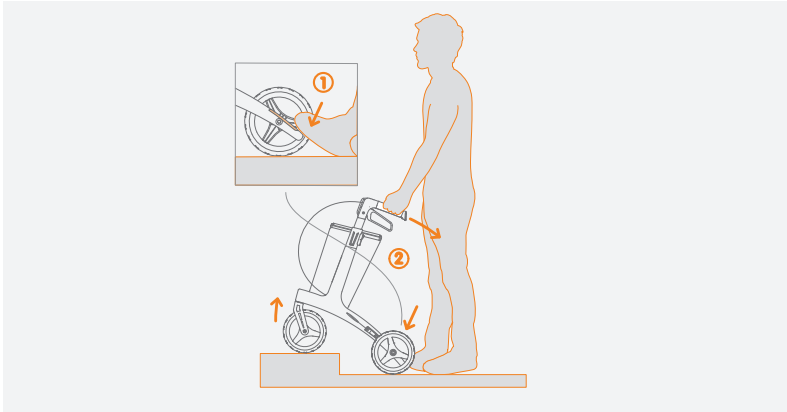

Figura 7: Subir bordillos/aceras utilizando el asistente de bordillos.
1. Acérquese lo más posible al bordillo (**Figura 7**).
2. Coloque un pie sobre el asistente del bordillo (1).
3. Inclíne el Rollz Air hacia atrás (2).